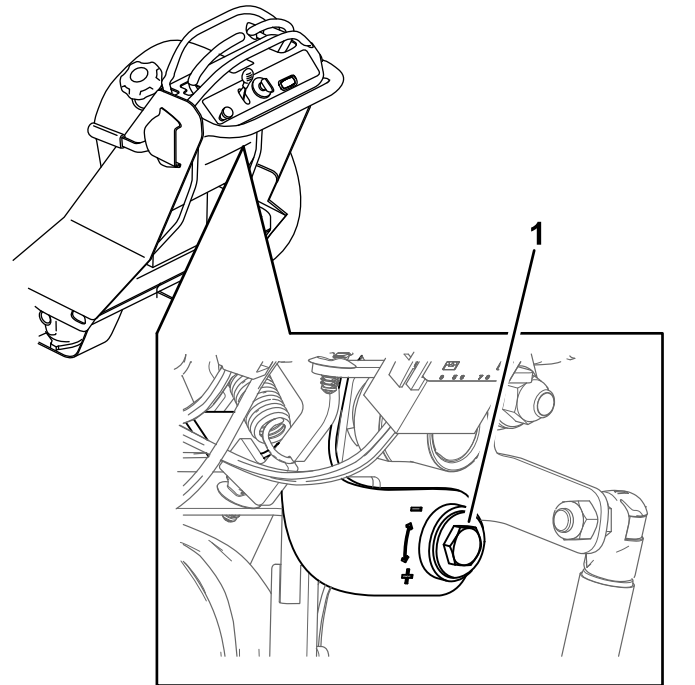

Figura 46
3. Gire el tornillo de ajuste que se muestra en la Figura 46 para aumentar o reducir la velocidad de esa palanca.